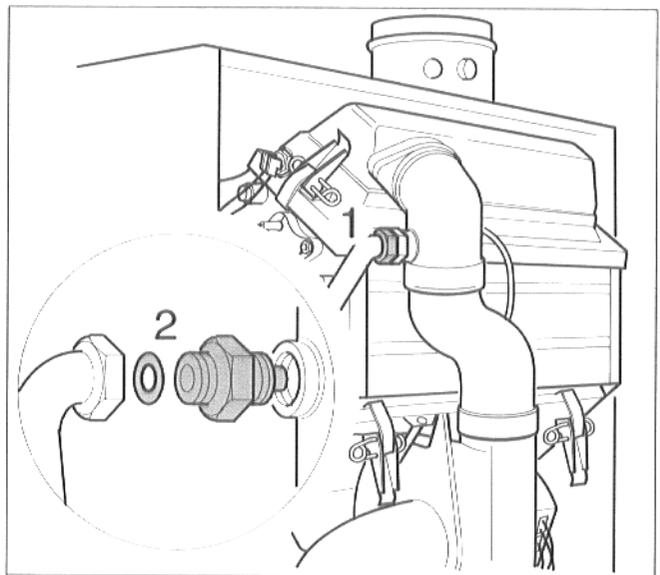

Abb. 41 Gasdüse wechseln
- Verschraubung an der Gasdüse lösen (Abb. 41, Pos. 1) und Gasdüse (Abb. 41, Pos. 2) entnehmen.